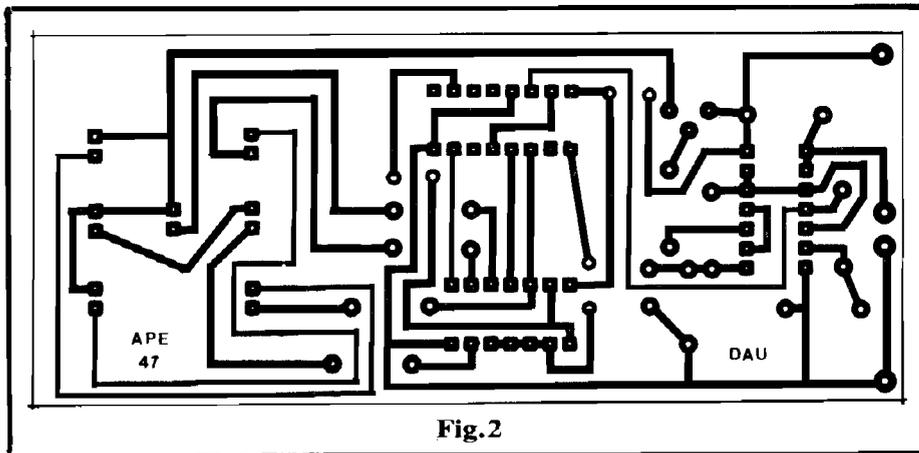

Fig.2
- FIG. 2 - LAY OUT DO CIRCUITO IMPRESSO ESPECÍFICO - De modo a facilitar ao máximo o arranjo "mecânico" final ao Hobbysta, optamos por uma placa que concentra praticamente tudo, incluindo o próprio display de LEDs... Com isso (conforme veremos mais à frente, na análise da fig. 5...) a fiação externa fica reduzida ao mínimo absoluto... Em compensação, o lay out torna-se um pouco mais elaborado, em termos do padrão de ilhas e pistas... Ainda assim, contudo, o desenho não é muito complicado, nem demasiadamente congestionado... Como a figura encontra-se em escala 1:1 (tamanho natural), a cópia ou "carbonagem" poderá ser feita de modo direto... Pedimos um pouco de atenção às regiões onde se estabelecem as ilhas destinadas às "perninhas" dos três Integrados, já que nelas as áreas cobreadas são muito pequenas e próximas umas das outras, lugares propícios ao surgimento de erros, falhas, "curtos", etc. Se, contudo, a cópia, traçagem, corrosão e verificação forem feitas com cuidado, a confecção poderá ser levada a bom termo, mesmo por Hobbystas ainda sem muita prática (sem pressa, conferindo sempre e raciocinando muito, não há o que errar...). Conselhos específicos para o bom aproveitamento do Circuito Impresso encontram-se nas INSTRUÇÕES GERAIS PARA AS MONTAGENS, que devem ser consultadas pelo Leitor, se for "começante"...